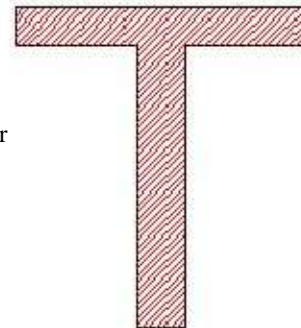

Figure 3-6 Degrees
- Angle : va remplir le contour avec un angle de remplissage Figure 3-6 montre cette fonction avec 45 degrés.